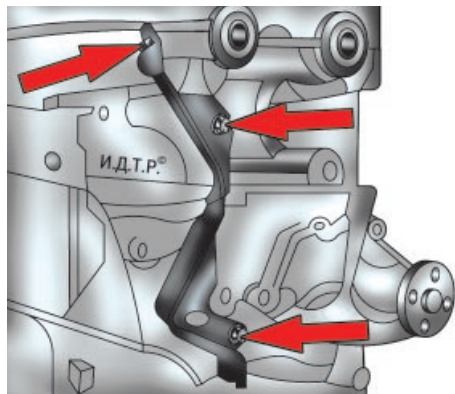

Рис. 5.25. Задняя крышка привода газораспределительного механизма двигателя Duratec Ti-VCT объемом 1,6 л
9. Выверните три болта крепления задней крышки привода газораспределительного механизма (рис. 5.25) и снимите крышку.